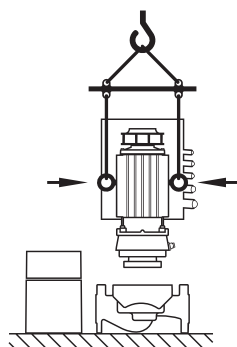

Fig. 24: transporte del juego de introducción
- Si se trasladan las argollas de transporte de la brida del motor a la carcasa del mismo, éstas ya sólo se pueden usar para cargar o transportar el juego de introducción (Fig. 24), y no para transportar la bomba ni separar el juego de introducción de la carcasa de la misma (observe entonces el desmontaje previo y el montaje posterior de los espaciadores).